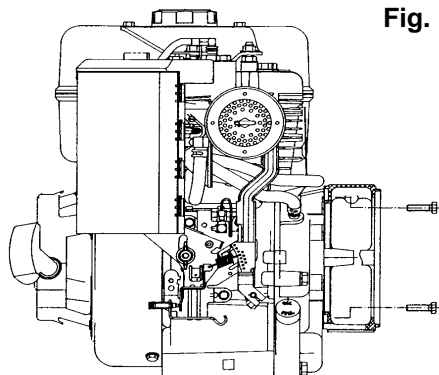

Fig. 1
-) montare il coperchio anteriore sul motore fissandolo con le apposite viti e applicando una coppia di serraggio di $48 \pm 7\%$ Nm se si impiegano viti M10 o $21 \pm 7\%$ Nm nel caso di viti M8 (fig. 1).
-) mount the front cover on the motor, by fixing it with the proper screws and by applying a tightening torque of $48 \pm 7\%$ Nm if M10 screws are used or $21 \pm 7\%$ Nm if M8 screws are used (fig. 1).
-) monter le couvercle avant sur le moteur en la fixant avec les vis prévues à cet effet et en appliquant un couple de serrage de $48 \pm 7\%$ Nm si on utilise des vis M10 ou de $21 \pm 7\%$ Nm en cas de vis M8 (fig. 1).
-) den vorderen Deckel auf den Motor setzen und ihn mit Hilfe der entsprechenden Schrauben und einem Anzugsmoment von $48 \pm 7\%$ Nm festziehen, wenn Schrauben M10 verwendet werden, oder aber mit einem Anzugsmoment von $21 \pm 7\%$ Nm bei Verwendung von Schrauben M8 (Abb. 1).
-) monte la tapa anterior encima del motor sujetándola con sus tornillos y aplicando un par de torque de $48 \pm 7\%$ Nm si utiliza tornillos M10, o de $21 \pm 7\%$ Nm si utiliza tornillos M8 (fig. 1).